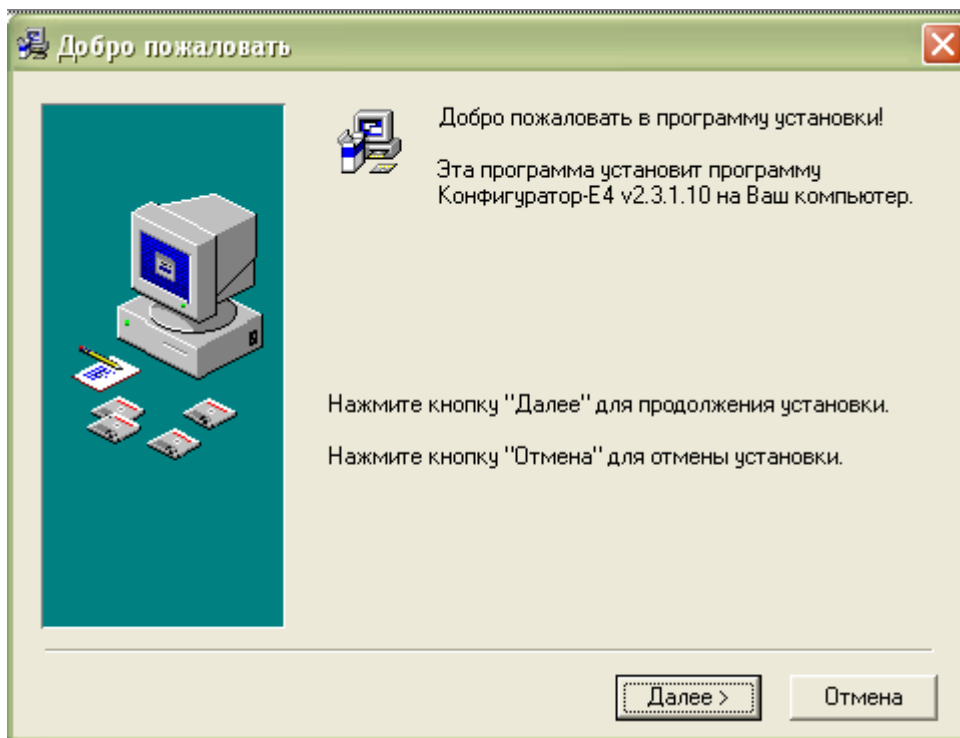

Рисунок 3.1 – Диалог «Добро пожаловать»
3.4.1 При запуске программы e4_konfigurator.exe появляется окно «Добро пожаловать» (рисунок 3.1). Для продолжения установки необходимо нажать кнопку «Далее».